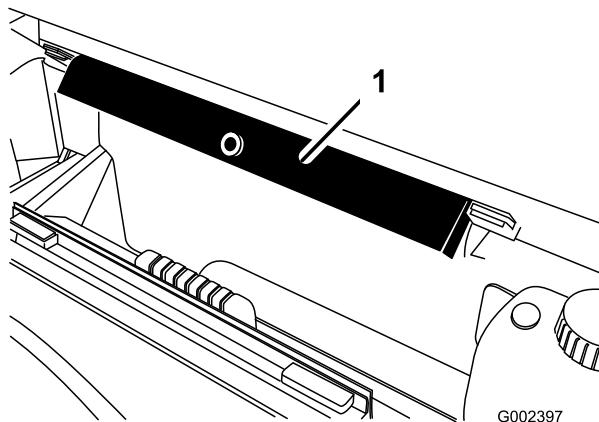

Figure 97
8. Sortez la bêquille de sécurité des supports de rangement au dos du panneau du système ROPS (Figure 97).